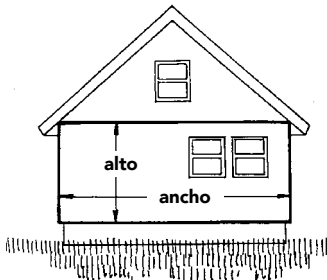

Figura 9. Áreas de la pared
- El área que se va a revestir puede determinarse midiendo la altura y el ancho de la casa, incluyendo las ventanas (Figura 9).